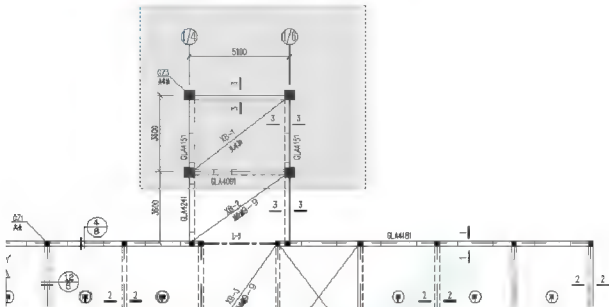

图 5.49 复制图形
(1) 在命令行输入“CO”并按 Enter 键，启动【复制】命令。
(2) 在**选择对象**：提示下，按照图 5.49 所示选择图形。